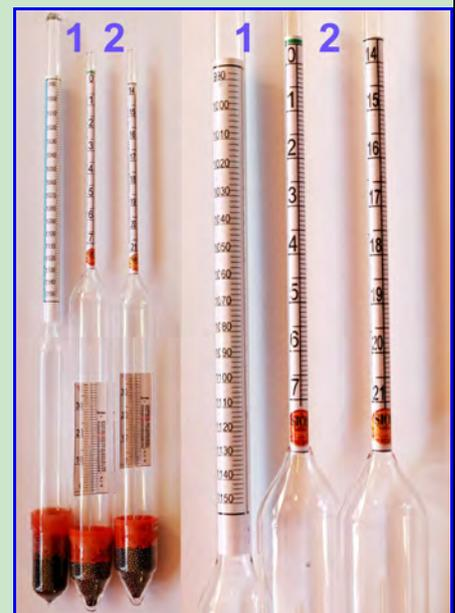

Abb. 2. Bierwürzespindel.
- ▶ Gewichts- bzw. Masseprozent Extrakt in Plato-Einheiten (meist 0 - 20 °P, aber auch mit eingeschränktem Messbereich, z.B. je eine mit 0-7, 7-14, 14-21 aufgeteilt) und meist auf 20 °C geeicht, häufig zusätzlich mit einem Thermometer und der Temperaturskala inkl. integrierter Temperatur-Korrekturtabelle (Abb. 2: 2, Info, Info)
Die Bierspindel misst die Dichte (zeigt aber den Extraktgehalt an) die in der unvergorenen Würze vorzugsweise aus dem Extrakt und im Bier aus einer Mischung aus Alkohol- und Restextraktgehalt resultiert. Deutsche Bierspindeln zeigen entweder nach "Grad Plato [°P]" die Massendichte einer wässrigen Zuckerlösung in % (= °P-Skalen) oder die relative Dichte in SG-Skalen an (Abb. 2). Diese Werte sind letztlich nur gerade für die unvergorene Anstellwürze zulässig (vgl. Diskussion und Grafiken hier).
aus dem Angebot der Bierwürzespindeln den gewünschten Spindeltyp wählen (vgl. Abb. 2 sowie Info). Für eine genauere Bestimmung ist es günstig, eine Spindel mit integriertem Thermometer inkl. Temperatur-Korrekturskala und einem engeren, aber feinem unterteilten Gew%-Messbereich zu wählen, z.B. 7-14°P/0.1%-Unterteilung, 14-21°P/0.1%.